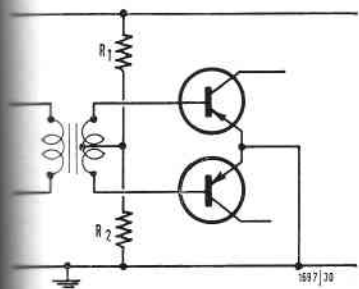

Fig. 30 - Polarizzazione di uno stadio finale push-pull con emettitore comune.
La suddetta polarizzazione viene ottenuta per mezzo di un partitore di tensione (fig. 30). A questo proposito, è bene notare che una delle resistenze del partitore si trova costantemente in serie con l'ingresso del transistoro cui è applicato il segnale e richiede perciò che, a parità di corrente d'ingresso, sia aumentata l'ampiezza della tensione disponibile all'uscita del trasformatore pilota. Con riferimento alla fig. 30, la resistenza interessata è la R_2 , la quale deve essere scelta di valore più basso possibile compatibilmente con il massimo valore di corrente che può circolare nel partitore. Generalmente R_2 risulta dello stesso ordine di grandezza della resistenza d'ingresso del transistoro
in cui V_{bp} è la tensione di polarizzazione in continua applicata sulla base mediante il partitore ed R_b la resistenza posta in serie nel circuito di base, che è uguale alla resistenza di metà secondario del trasformatore di uscita sommata con la resistenza del ramo inferiore del partitore (R_2) (fig. 30).
a) nel sostituire la resistenza R_1 del partitore (fig. 30) con un potenziometro col quale si regola di volta in volta la
(1) R'_{in} può essere determinata come segue: